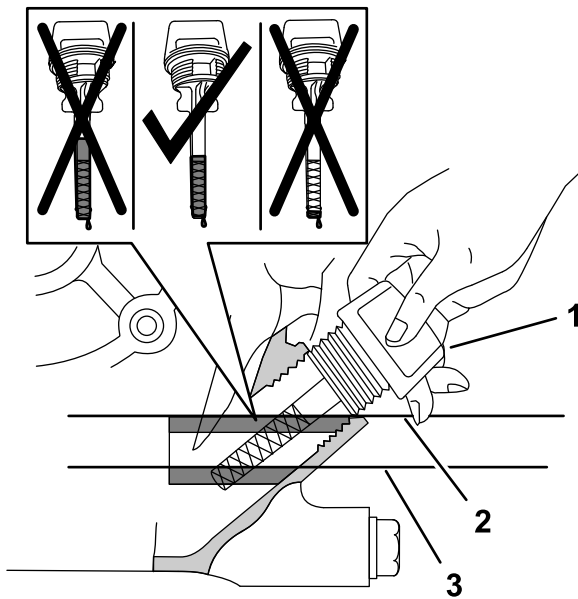

Figure 75
3. Insérez la jauge dans le moteur, comme montré à la Figure 75.
4. Sortez la jauge du goulot de remplissage et vérifiez le niveau indiqué (Figure 75).
Remarque: Le niveau d'huile moteur doit recouvrir la zone hachurée sur la jauge (Figure 75).